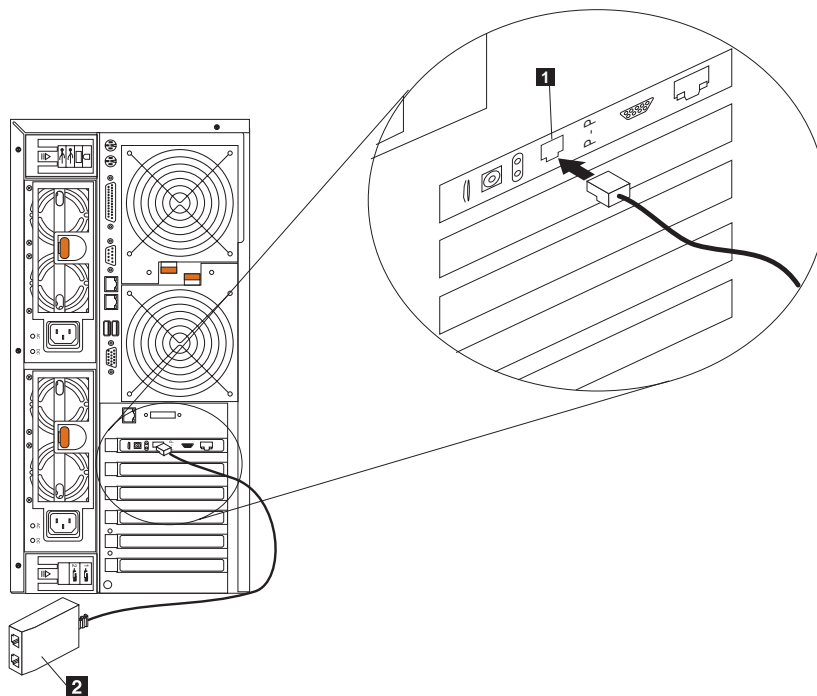
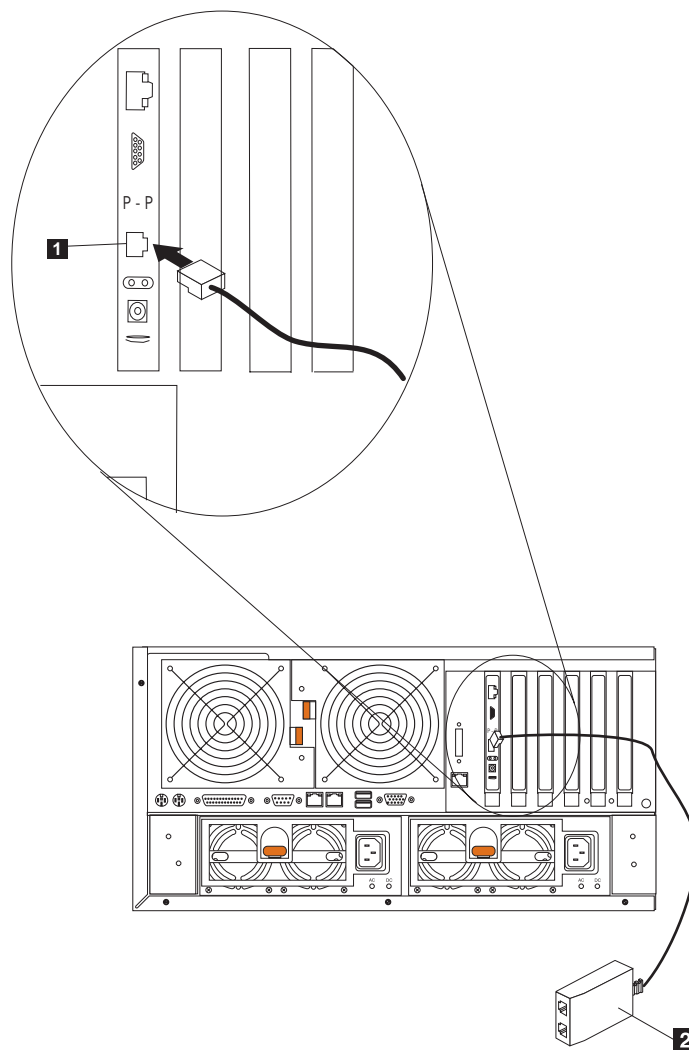

Figura 85. Conectando o módulo de Interconexão ASM à Placa Remote Supervisor (Modelo 25T)
Figura 86. Conectando o módulo de interconexão ASM à Placa Remote Supervisor (Modelo 25T com o recurso de conversão de montagem do rack)
1. Conecte o módulo de Interconexão ASM **2** à porta de Interconexão ASM da Placa Remote Supervisor **1**. Essa porta é rotulada *P - P* (para *ponto a ponto*) no painel traseiro da placa. A Figura 85 e a Figura 86 na página 115 mostram a Placa Remote Supervisor instalada no Modelo 25T.